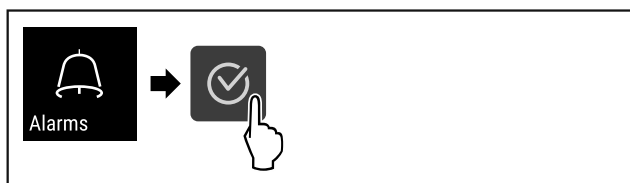

Fig. 106
- ▶ Végezze el a gyakorlati lépéseket (lásd Fig. 106) .